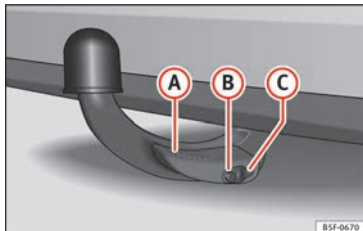

Fig. 239 Boule amovible fixée correctement
- Le levier **(A)** » fig. 239 est totalement relevé.
- La broche de déverrouillage **(B)** » fig. 239 ressort complètement (sa partie rouge et verte est visible).
- Le cache **(C)** » fig. 239 est mis en place sur la serrure.